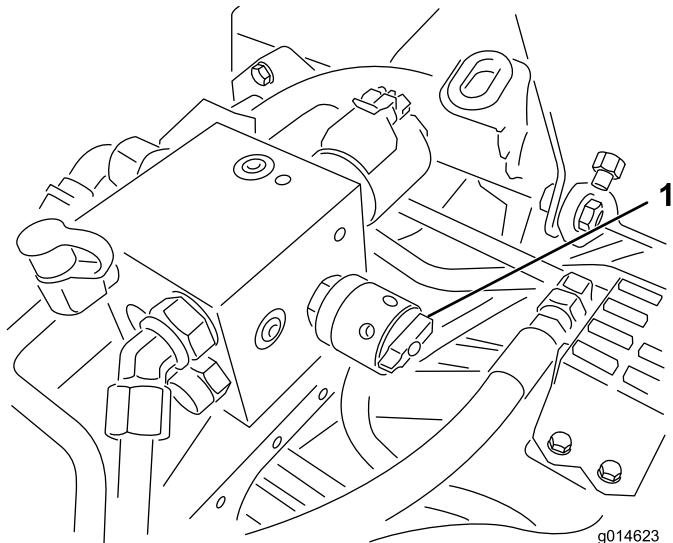

图39
4. 要设置滚刀的速度，请旋转旋钮（图39）直至指示器箭头与表示所需设置的数字对齐为止。